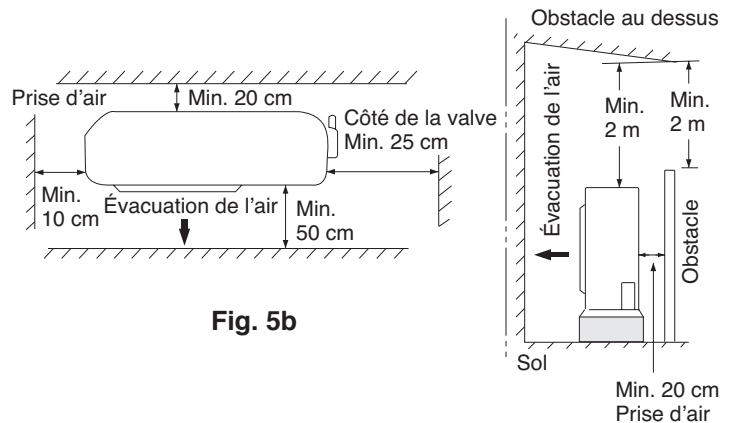

Fig. 5b
- Installer à un endroit où au moins deux côtés sont non obstrués, pour que le débit de l'air au niveau de la lumière d'admission ou de la lumière d'échappement ne soit pas bloqué et pour qu'un espace suffisant soit garanti afin que la maintenance soit effectuée sans problème. En général, le haut doit aussi ne pas être obstrué (Fig. 5b).